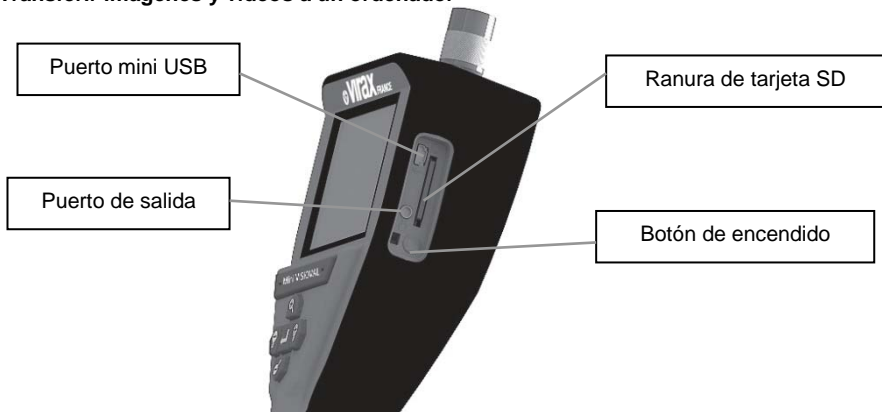

Figura 8 - conexión de USB para transferencia
- 1- Utilice el cable mini-USB para conectar el mini VISIOVAL al equipo (Figura 8).